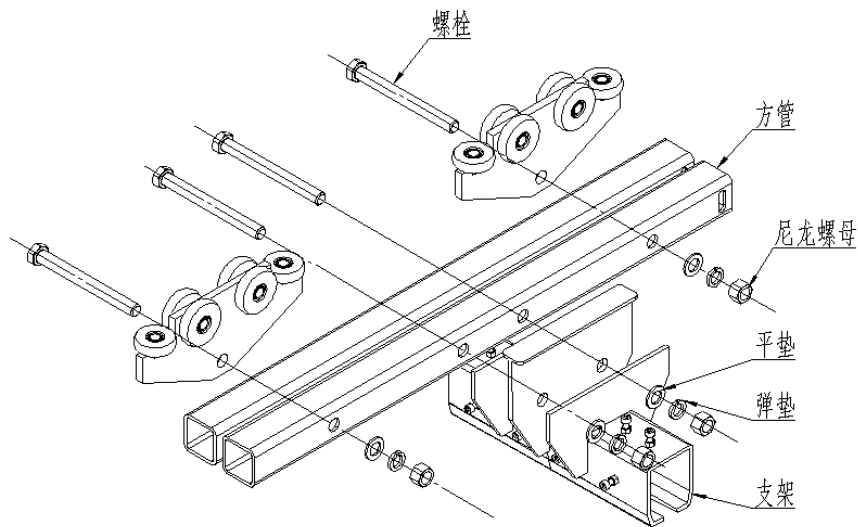

图 3D
- 3.9 确定加长型型轨小车的方管、支架、承重板以及所需的紧固件齐全（图 3D）。
- 3.10 将加长型型轨小车的方管安装到支架中，穿入连接螺栓（图 3D）。
- 3.11 将尼龙螺母置于每个螺栓的端部，紧贴型轨小车的支架拧紧（图 3D）。